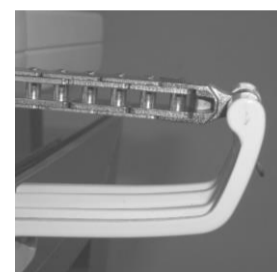

Рисунок 16
2. Придерживайте окно одной рукой, а другой вытяните штифт открытия (*мы рекомендуем делать это при открытии минимум на 10 см, чтобы облегчить открытие окна*) - Рис. 16.